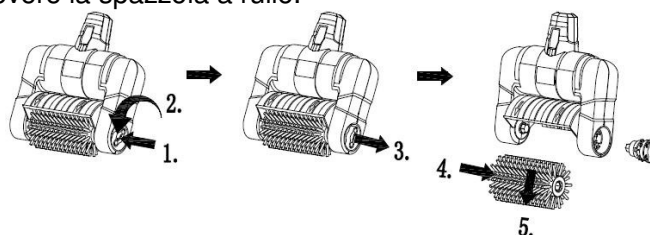

Fig.3
- A. Smontare la spazzola a rullo (12), come mostrato in Fig.3.